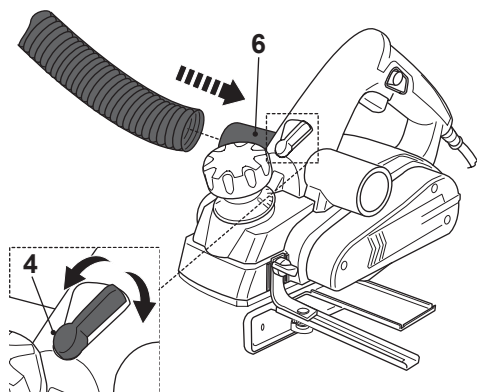

Fig. 2
- > Conecte un sistema de extracción de polvo adecuado, p. ej. una aspiradora adecuada a la salida de extracción de polvo (6) en uno de los dos lados del producto (Fig. 2).
- > Ajuste la palanca para cambiar la dirección de expulsión del polvo (4) para cambiar el flujo de aire hacia la derecha o izquierda en función del lado que ha elegido para la conexión.